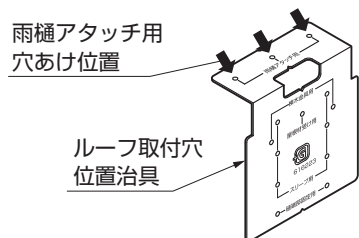
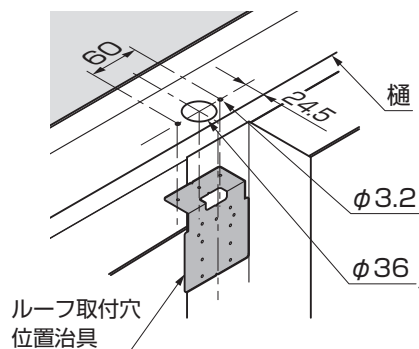

図11-2
図11-3 A部詳細図
- ①ルーフ取付穴位置治具を樋にあて、ケガキ、ドリルで水抜き穴φ36と雨樋アタッチメント取付穴φ3.2をあけてください。（図11-2、図11-3参照）